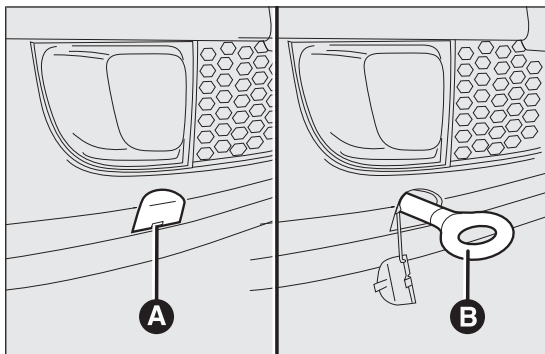

fig. 131
- ☐ desenganchar el tapón A fig. 131